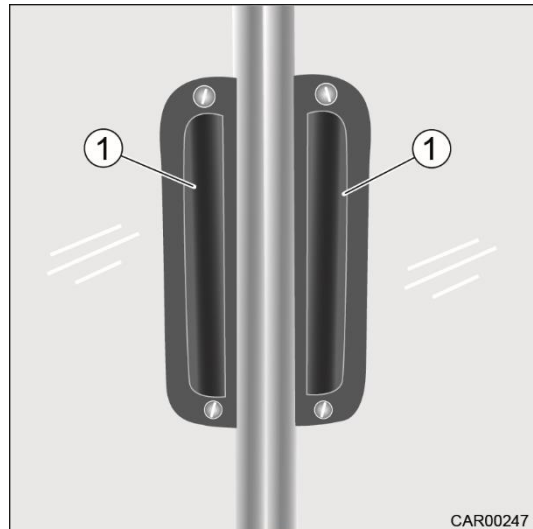

Fig. 150 Portes coulissantes, poignées
2. Fermer la porte coulissante en la tenant à la poignée (Fig. 150/1).